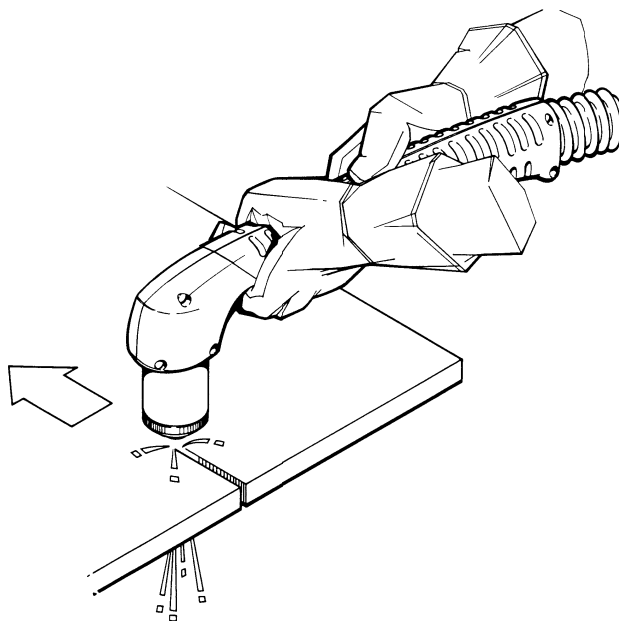

Abbildung 4-6 Ziehen des Brenners
4. Die Brennerdüse (Spitze) in senkrechter Position halten und den Lichtbogen beim Schneiden entlang der Linie beobachten (Abb. 4-6). Durch leichtes Aufsetzen und Ziehen der Düse über das Werkstück kann ein gleichmäßiger Schnitt erzielt werden. Zum Schneiden von geraden Linien eine gerade Kante zur Hilfe nehmen.